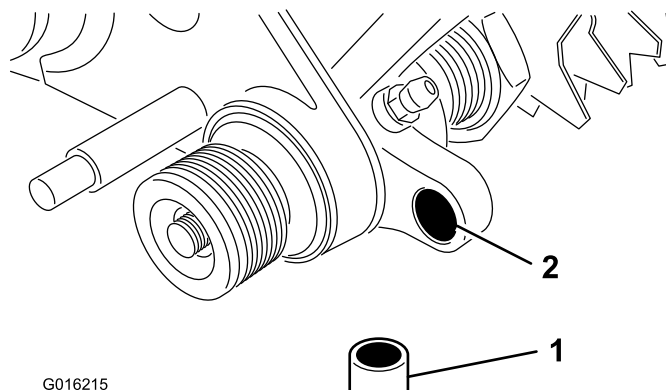

Figura 9
20. Inserite una boccola nel foro del gruppo di rotazione destro del groomer (Figura 9).